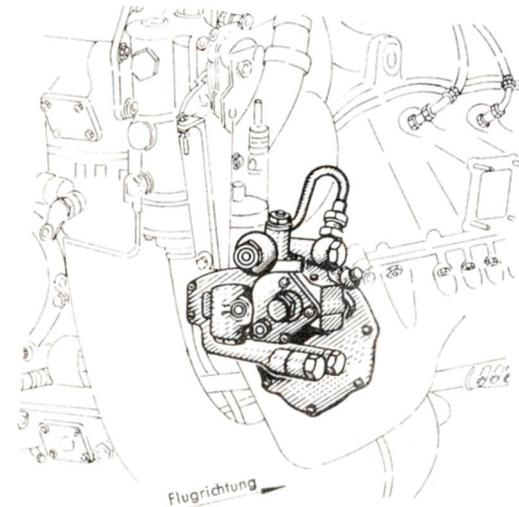
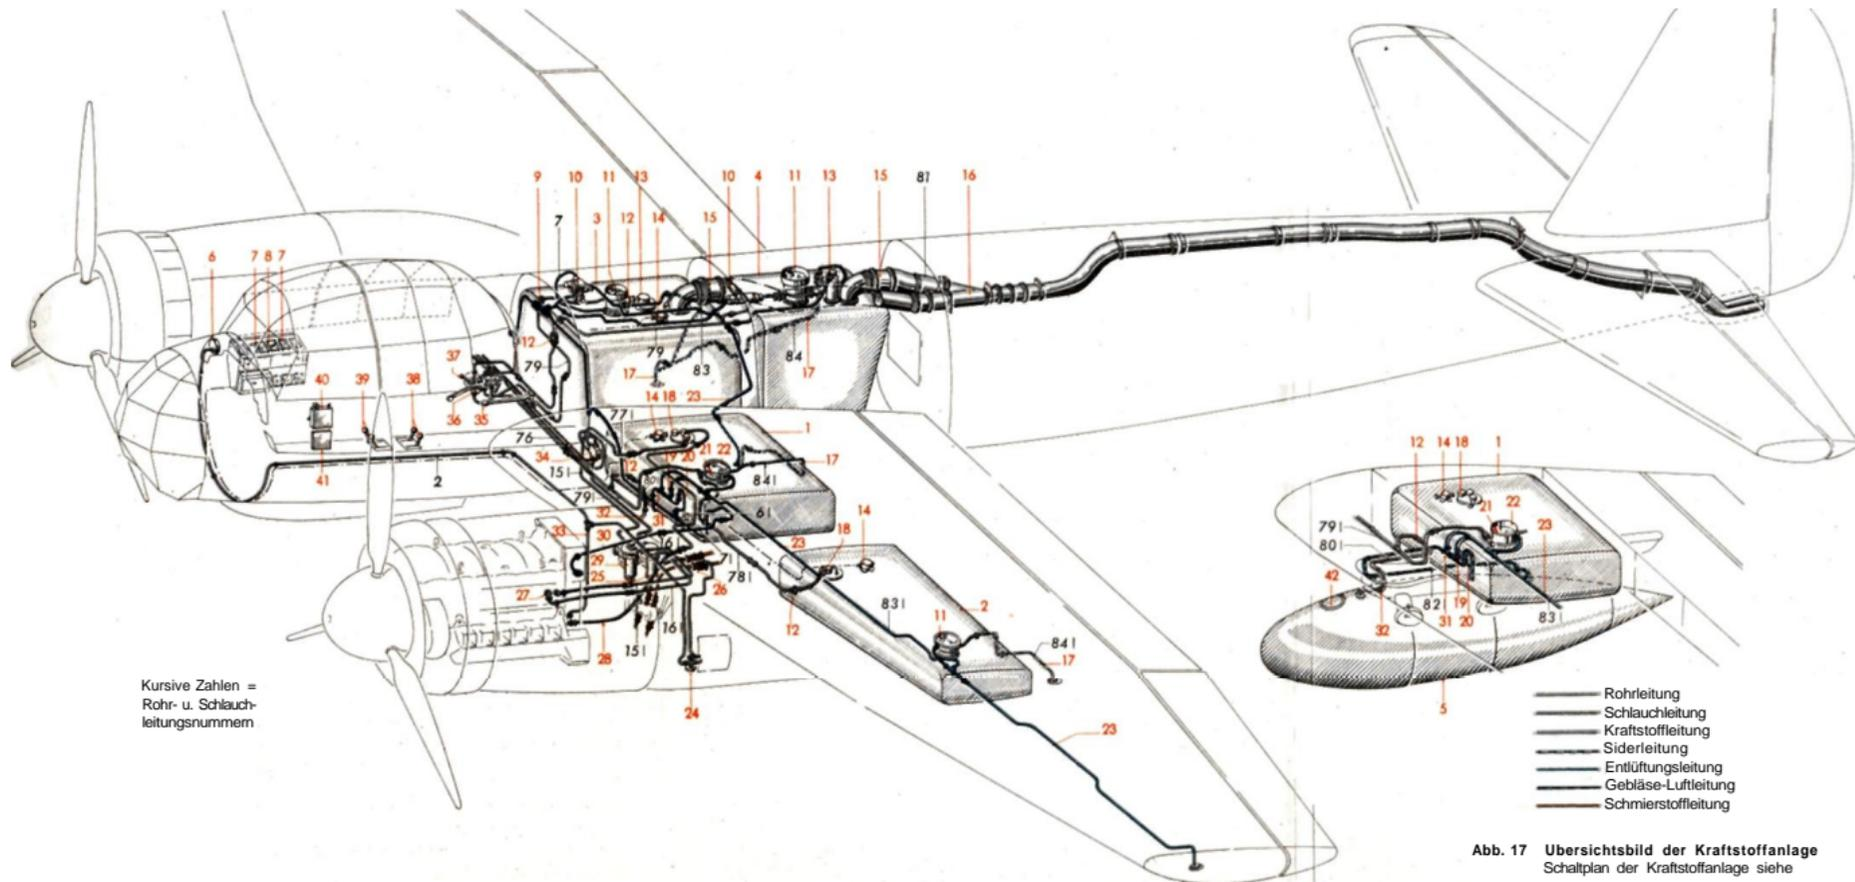

Abb. 15 Kraftstoff-Doppelpumpe
Abb. 17 **Übersichtsbild der Kraftstoffanlage**
Die Kraftstoffförderung zum Motor (siehe Schaltplan der Kraftstoffanlage Abb. 16 und Übersichtsbild der Kraftstoffanlage Abb. 17) übernimmt eine Junkers-Kraftstoff-Doppelpumpe Abb. 15, deren Antrieb vom Zwischentrieb des rechten Zylinderkopfes erfolgt. Der Kraftstoff wird aus den linken und rechten Entnahmebehältern (Inneren Flügelbehältern) (1) (Abb. 16 und 17) über die Entnahmeleitungen, Ventilbatterie (341 und Filterbrandhahnarmaturen (FB- und FBH-Armaturen) (25 und 29), durch die Kraftstoff-Doppelpumpe (27) über den Kraftstoff-Entlüfter der Einspritzpumpe am Motor zugeführt.
Wie aus dem „Schaltplan der Kraftstoffanlage“ Abb. 16 und dem Übersichtsbild Abb. 17 ersichtlich, ist zwischen jedem Entnahmebehälter (11) und FB- bzw. FBH-Armatur (25 und 29) als Zweiwegeventil eine Ventilbatterie (34) geschaltet. Die Ventilbatterien (34) sind in den Flügeln beim Wurzelspant vor Träger I eingebaut und durch eine Klappe von unten zugänglich.